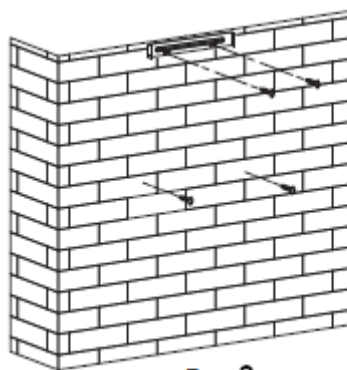

Рис. 2
3. После определения нужной высоты расположения вытяжки, отмерьте местоположение отверстий для крепления прибора и кронштейна внутреннего короба. Просверлите 4 отверстия $\varnothing 8$: 2 для крепления кронштейна внутреннего короба и 2 отверстия для крепления корпуса. Следите, чтобы прибор был выровнен в горизонтальной плоскости. Место крепления кронштейна внутреннего короба — самая высокая точка вытяжки. См. рис. 2.
4. С помощью дюбелей закрутите 4 x 30 мм винта в стену, затем с помощью двух винтов 4 мм x 40 мм закрепите кронштейн внутреннего короба на стене. См. рис. 2.